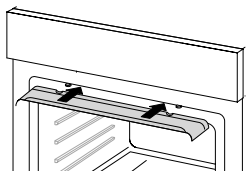

fig. 11: Beschermplaat
- Schuif de beschermplaat op de nokjes onder het bedieningspaneel bovenin de oven (zie fig. 11).